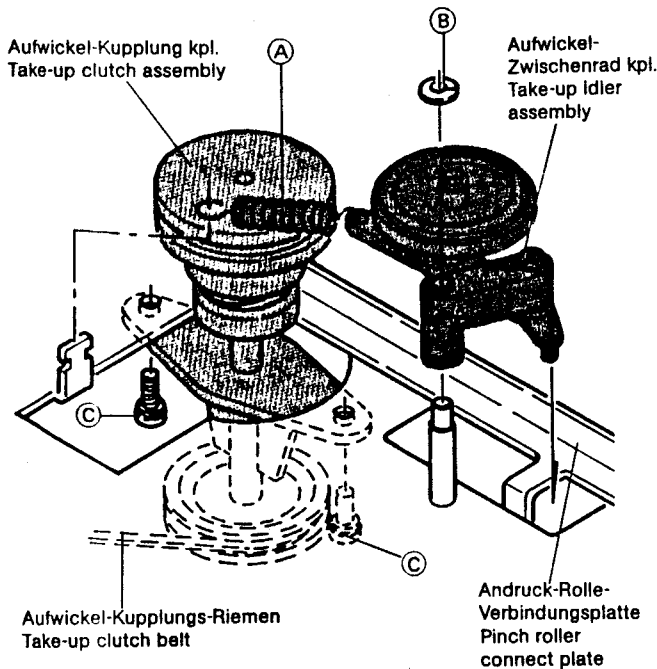

Fig. 4.4 Aufwickel-Kupplung und Aufwickel-Zwischenrad tauschen
1. Feder (A) und Schlitzscheibe (B) entfernen und Aufwickel-Zwischenrad nach oben herausnehmen (Fig. 4.4).
2. Auf der unteren Seite Kupplungs-Riemen und die zwei Schrauben (C) entfernen.